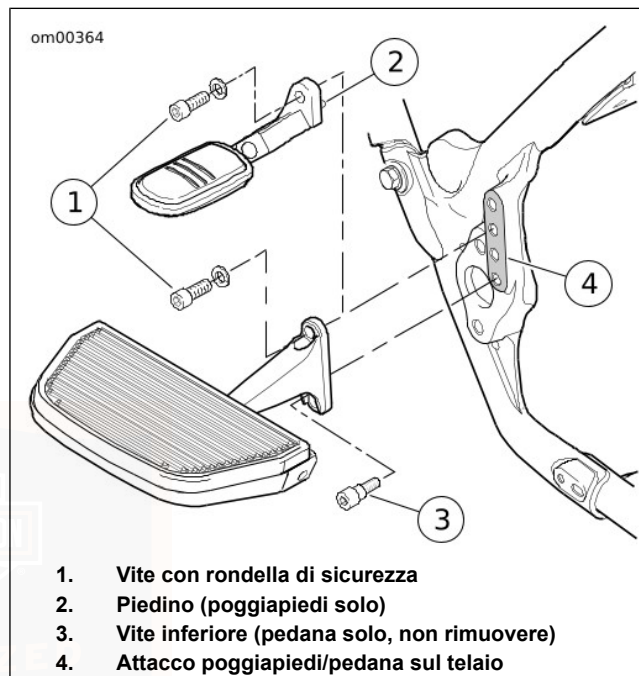

Figura 29. Poggiapiedi/pedana del passeggero (tipico)
1. Vedere Figura 29. Rimuovere la vite ad esagono incassato con rondella di sicurezza dalla parte superiore della staffa del/della poggiapiedi/pedana. Non rimuovere la vite inferiore dalle pedane.